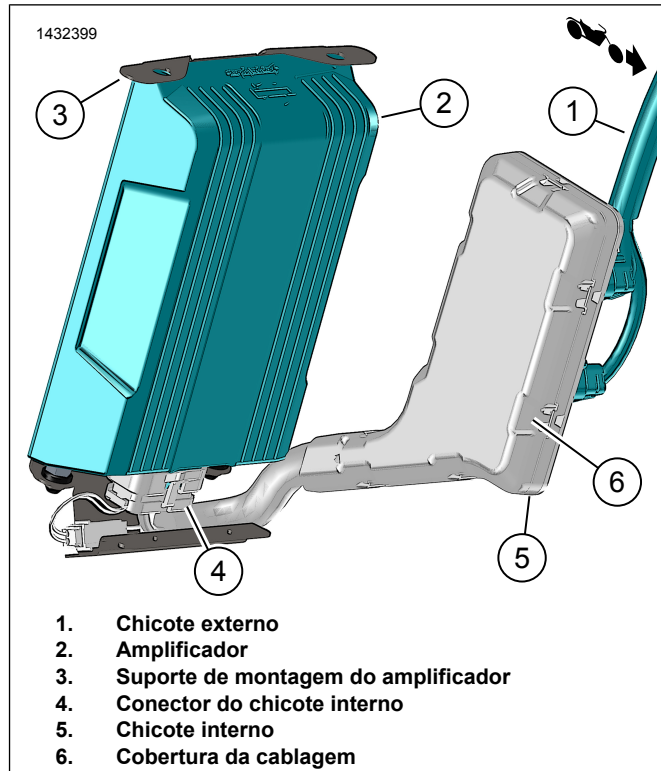

Figura 14. Montagem do amplificador do alforje direito
6. Figura 14 Ligue o conector do chicote de fios interno (4) ao amplificador (2).
10. Figura 14 Instale a cobertura do chicote de fios (6).